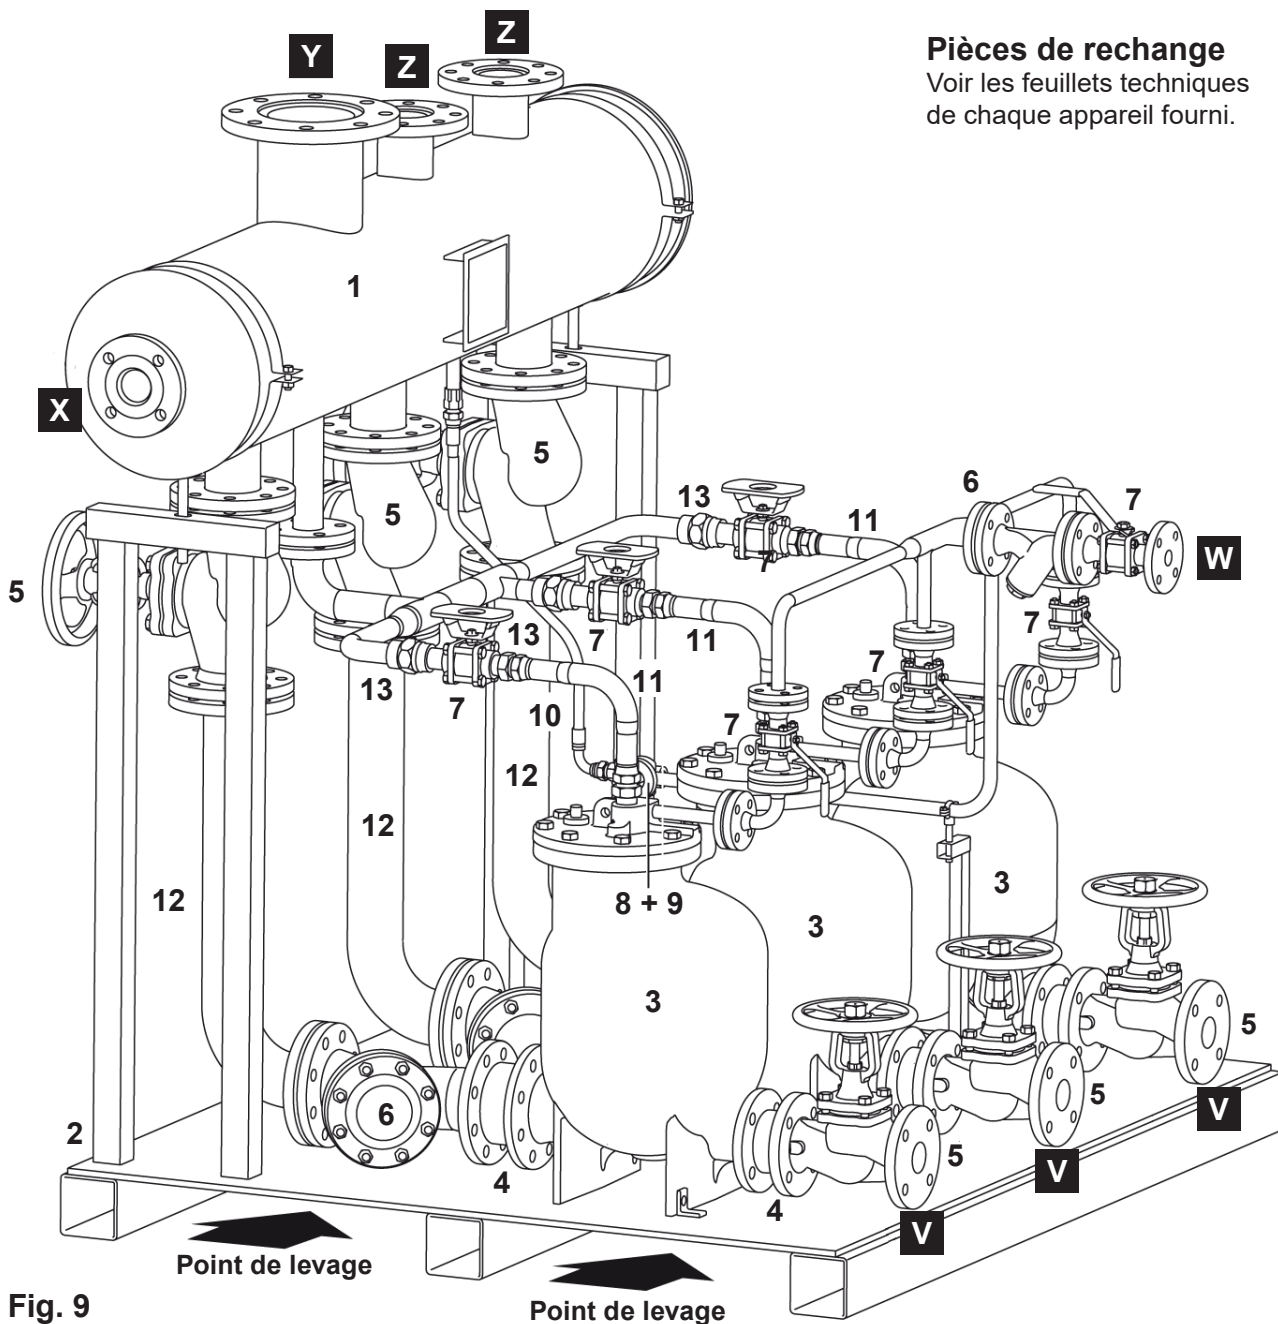

Fig. 9
Note importante : repérer les points de levage comme indiqués sur la Fig. 9.
2. Raccorder les sorties condensat (**V**) de la MFP14-PPU au réseau de retour condensat (voir Fig. 9).